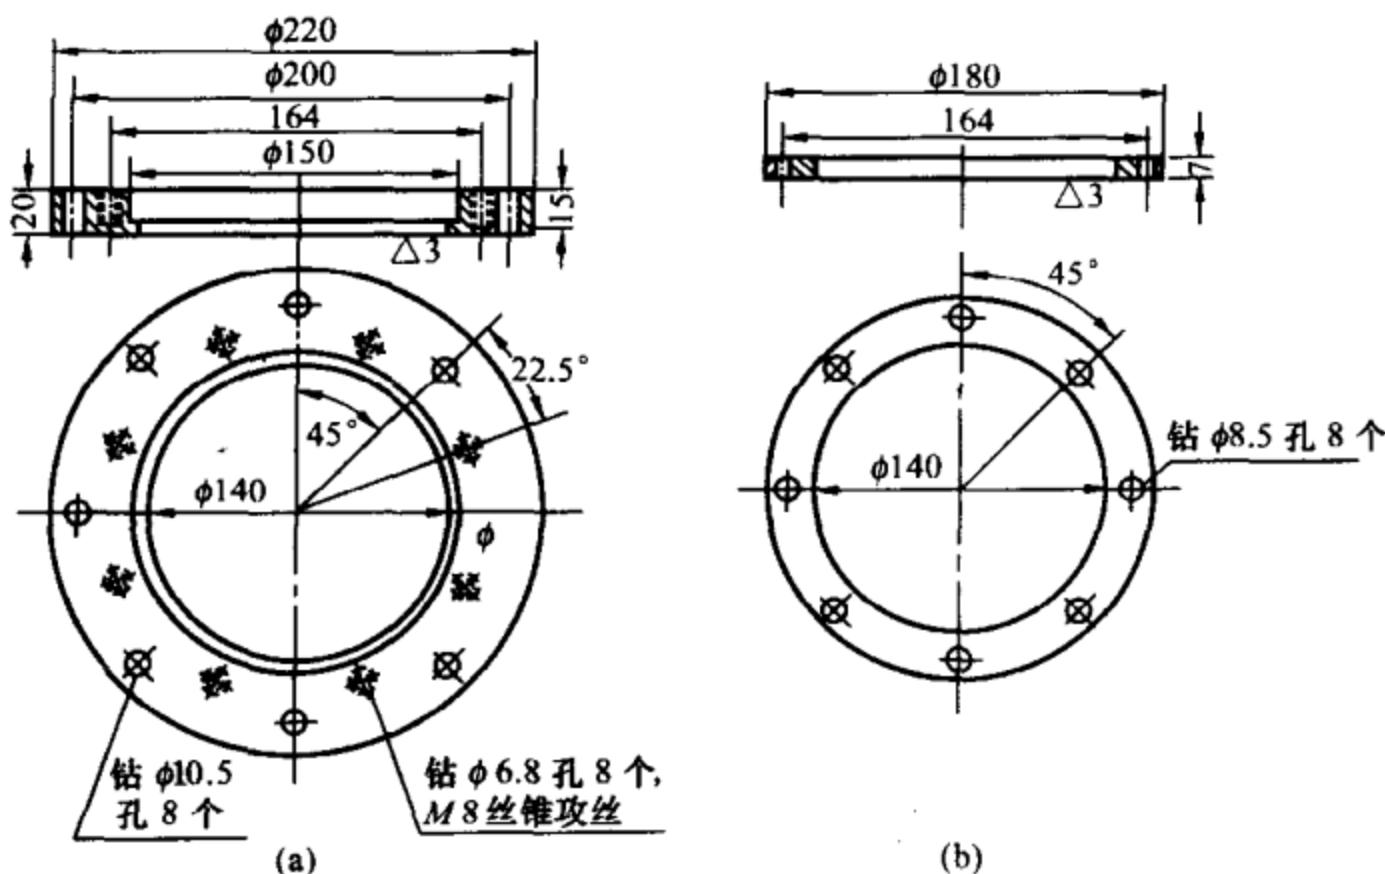

图 3-58 夹层和小法兰加工示意图
台阶间钻 $\phi 6.8\text{mm}$ 孔 8 个，用 M8 丝锥攻丝（孔不能钻通），夹层法兰即制成，如图 3-58 (a) 所示。
(2) 制作压玻璃小法兰。外径要小于防爆门螺丝安装孔，内孔直径与夹层法兰内孔相等，并在小法兰上钻 8 个与夹层法兰攻丝孔对应的 8.5mm 螺孔（压紧玻璃用），如图 3-58 (b) 所示。
加夹层法兰法适用于各种容量的变压器的安全气道玻璃安装，只是法兰加工尺寸有所差异。图 3-58 所示是 5600kVA 变压器的各法兰的加工尺寸。